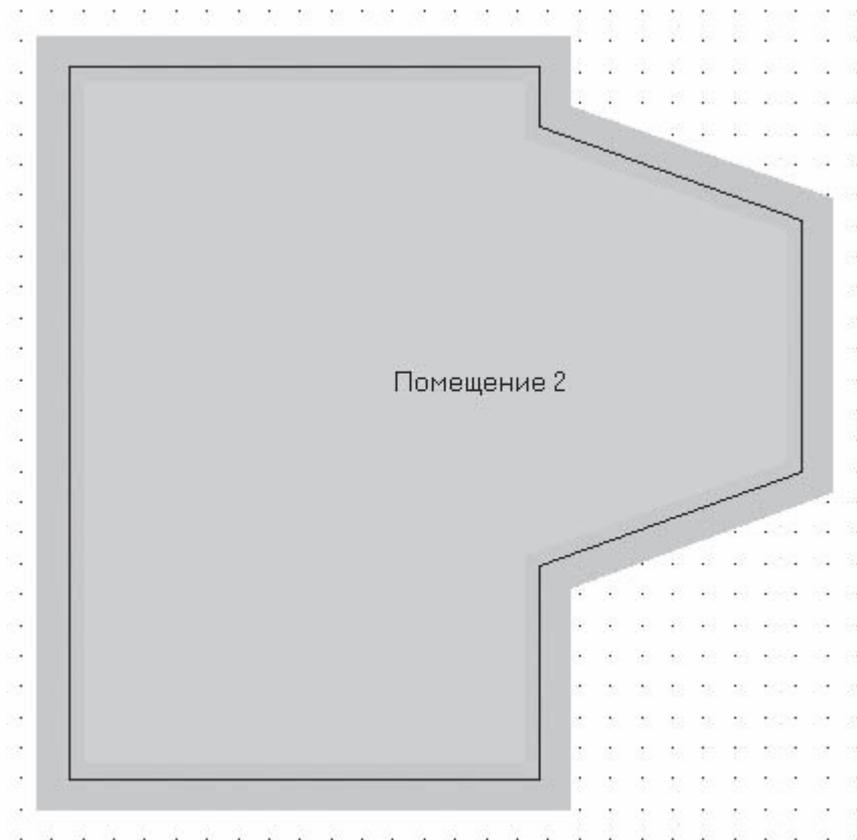

Рис. 3.83. Здание с эркером, построенное методом объемной планировки
4. В результате на плане вы получите еще одну постройку (рис. 3.83), которую также можно редактировать, выполнив на ней щелчок кнопкой мыши.